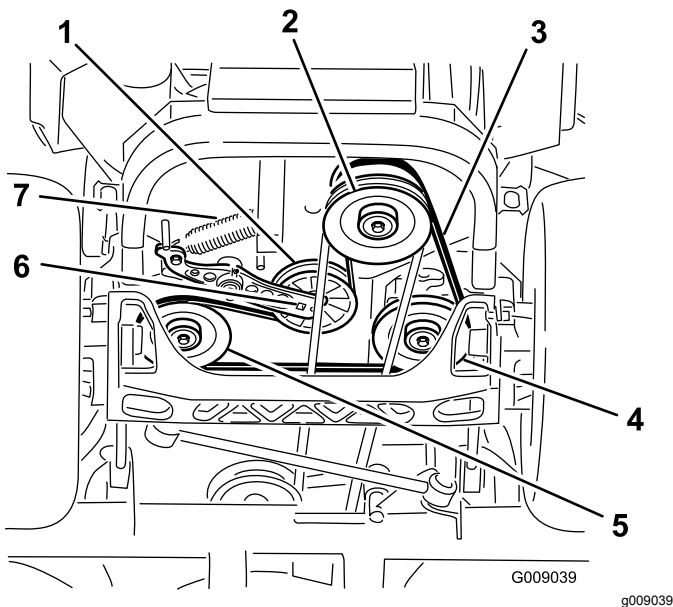

Figura 81
4. Levante la máquina y apóyela sobre gatos fijos (Figura 81).
5. Utilice una llave de carraca en el taladro cuadrado del brazo tensor para retirar el muelle tensor (Figura 81).
6. Desenganche el muelle de la polea tensora del bastidor (Figura 81).
9. Utilizando la llave de carraca en el taladro cuadrado del brazo tensor, instale el muelle tensor en el bastidor (Figura 81).